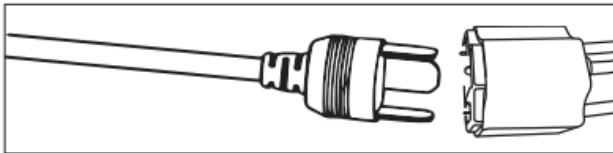

Figura-7
- 5.8 Collegare il connettore di alimentazione come mostrato nella Figura 7.